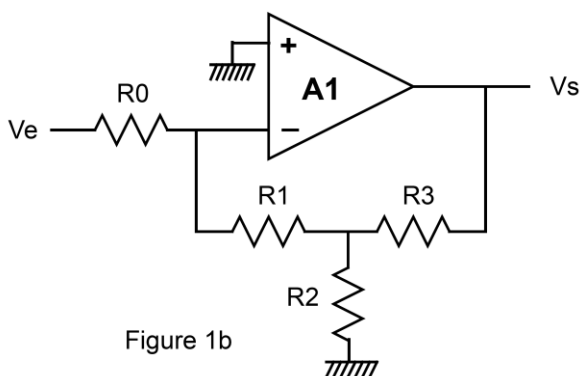

Figure 1b
- Déterminer l'expression du gain  $V_s/V_e$  pour le circuit de la figure 1b. Déterminez la valeur de  $R_0$  pour que l'impédance d'entrée soit de  $100k\Omega$ . Choisissez les valeurs de  $R_1$ ,  $R_2$  et  $R_3$  dans la série E24 pour obtenir un gain de  $-1000$ .